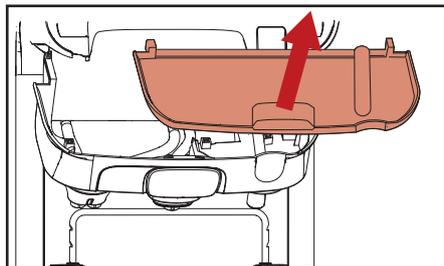

Fig. 5.11 - Retirar tabuleiro de resíduos líquidos interno
- c. Retire o tabuleiro de resíduos líquidos interno e limpe-o, se necessário (fig. 5.11).